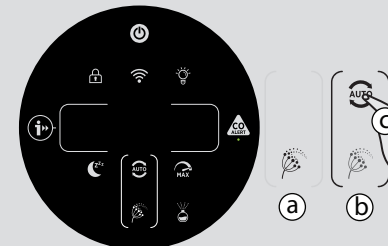

Рис. 11
#### РЕЖИМ АЛЛЕРГИИ НА ПЫЛЬЦУ: [Рис. 11]
Режим аллергии на пыльцу работает только, если выбран АВТОМАТИЧЕСКИЙ РЕЖИМ. [Рис. 11с]
- Индикатор аллергии на пыльцу горит **БЕЛЫМ** [Рис. 11а]: Прибор и приложение контролируют наличие пыльцы снаружи, и риск отсутствует.
- Индикатор аллергии на пыльцу горит **ЖЕЛТЫМ** [Рис. 11b], а кольцевой индикатор аллергии на пыльцу – **БЕЛЫМ** [Рис. 11а]: Прибор и приложение обнаружили риск.